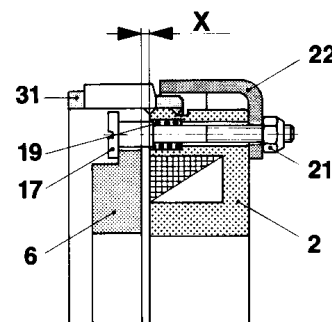

Fig. 4
Les tiges filetées (17) limitent la course du disque de freinage (6) dans le sens de freinage, fig. 4.
Les écrous autobloquants (21) doivent être vissés sur les tiges filetées (17) de façon à respecter la cote de réglage "X" entre le disque de freinage (6) et le porte-bobine (2) comme indiqué dans le tableau 3 et illustré à la fig. 4.